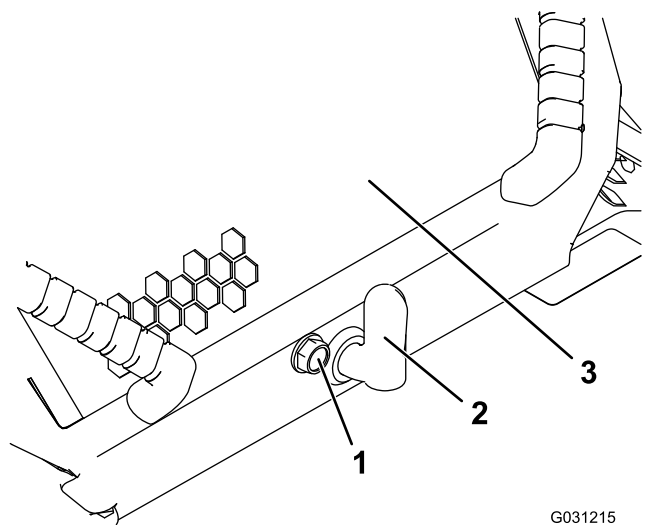

Рисунок 34
1. Ослабьте запорный винт капота (Рисунок 34)
2. Поверните защелку капота по часовой стрелке (Рисунок 34).
3. Поднимите рукоятки и поднимите капот вверх (Рисунок 34).
3. Затяните запорный винт капота, чтобы закрепить защелку (Рисунок 34).